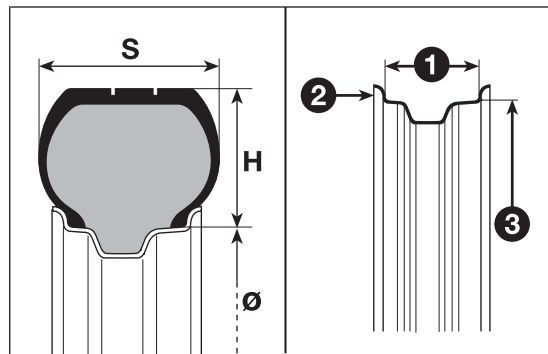

fig. 210
Esempio fig. 210: 195/65 R 15 82T
LETTURA CORRETTA DEL CERCHIO**Esempio fig. 210: 6 J x 15 H2****6** larghezza del cerchio in pollici (1).**J** profilo della balconata (risalto laterale dove appoggia il tallone del pneumatico) (2).**15** diametro di calettamento in pollici (corrisponde a quello del pneumatico che deve essere montato) (3 = Ø).**H2** forma e numero degli “hump” (rilievo circonferenziale, che trattiene in sede il tallone del pneumatico Tubeless sul cerchio).